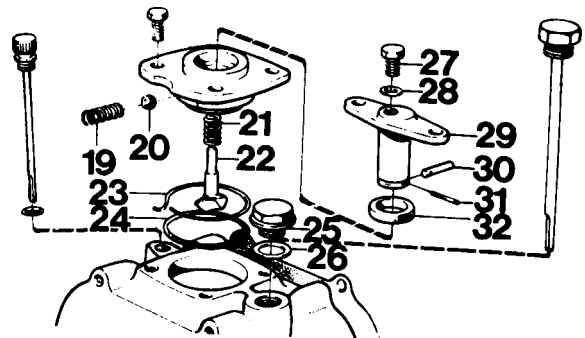
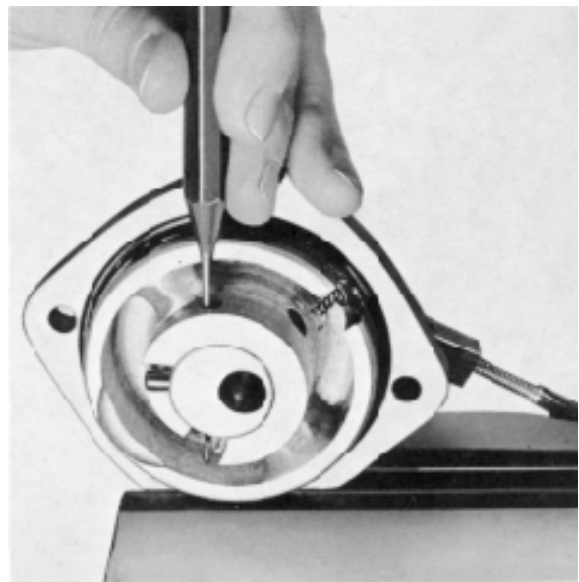

Fig. 1
Fig. 2
1. Carter avant (A, fig. 1)
1. Extraire la goupille de serrage (31, fig. 1, voir également fig. 2) et retirer la goupille (30) et le piston excentrique (29). Déposer bague d'étanchéité (32).